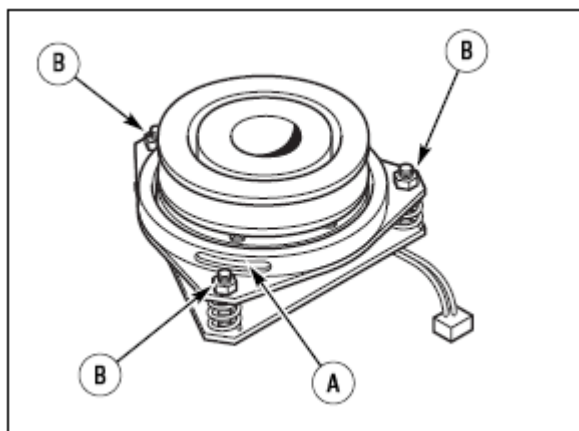

Рис. 22:
2. На муфте расположены три регулировочных окна (А, рис. 22 и 23).